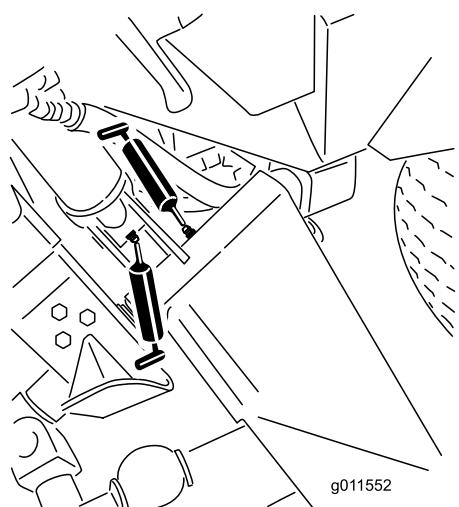
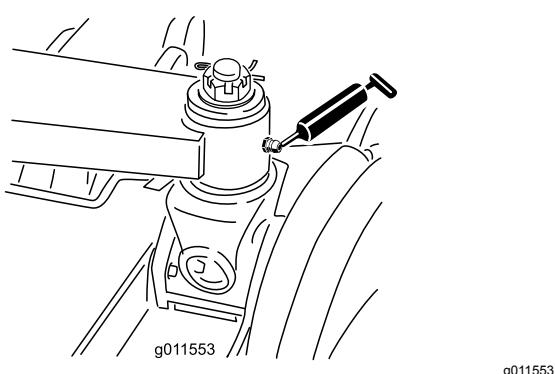

Figura 67
Figura 68
- 6 casquillos de brazos de elevación principales (Figura 67 y Figura 68)